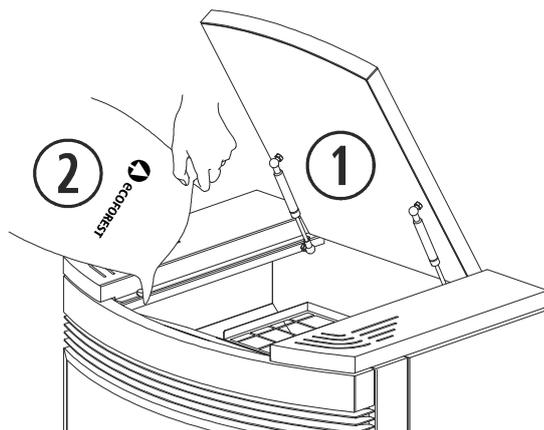
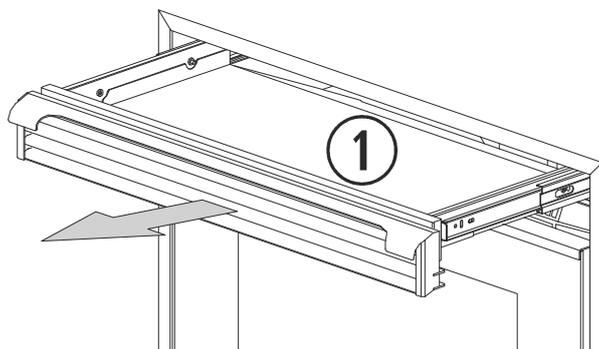

Figura 2
Figura 3
**2.12.** Para realizar o carregamento de combustível na estufa, devemos abrir a tampa do depósito e esvaziar o saco de combustível com cuidado para evitar que transborde. Ver *figura 2 (ECO III)*. O carregamento de combustível nos modelos *Córdoba* (*figura 3*) e *Córdoba Glass*, realiza-se extraíndo a bandeja de carregamento, graças aos puxadores que o friso de ar de convecção possui. Fazer o carregamento sempre em frio.
①	Tampa do depósito.
②	Combustível.